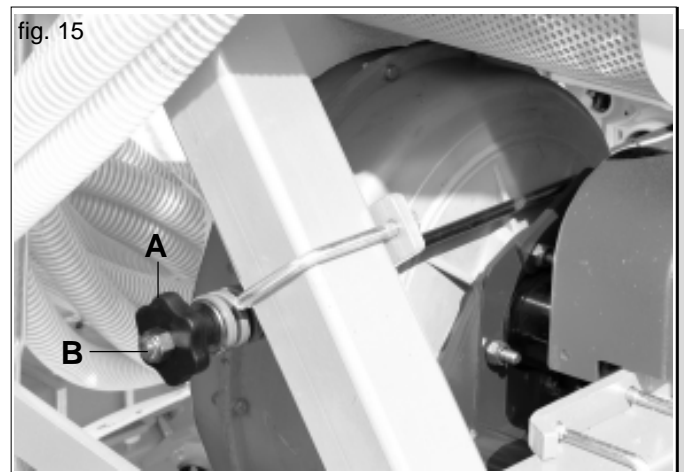
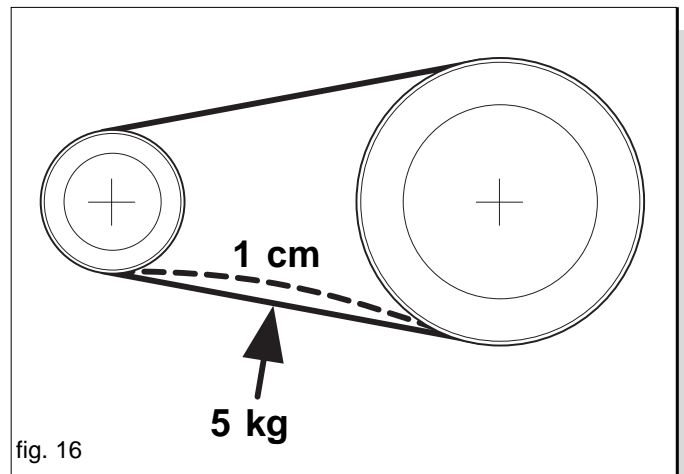

fig. 15
fig. 16
2) Regolare il tensionamento delle cinghie mediante il pomello (A Fig. 15). Premere sulla cinghia, nella zona centrale fra le due pulegge, con una forza di 5 Kg, la forza deve provocare una deformazione sulla singola cinghia di max. 1 cm (Fig. 16).
Per la sostituzione delle cinghie di trasmissione, allentare completamente la tensione delle stesse per mezzo del pomello (A Fig. 15).
Attenzione: NON RIMUOVERE mai il dado B (Fig. 15).
- 1) Allentare le cinghie per mezzo del pomello (A Fig. 15), smontare le protezioni (A, B Fig. 11) e togliere le cinghie di trasmissione.